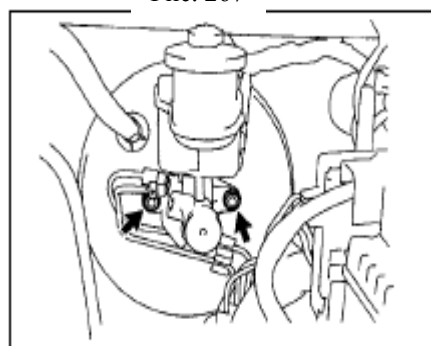

Рис. 268
- (1) Установите главный тормозной цилиндр на усилитель с помощью двух болтов (рис. 268). Момент затяжки: 13 Нм